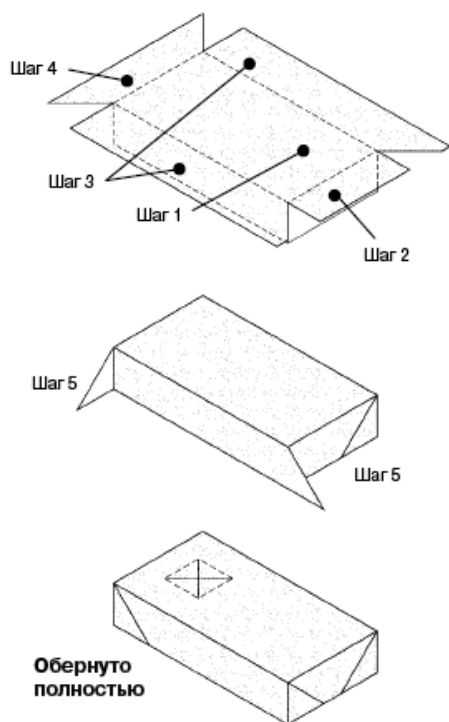

Рис. 2. Загибание пленки на углах
7. Наклеить пленку и обернуть ее вокруг кожуха колонки, выполняя последовательность шагов, описанных ниже (см. Рис. 2).